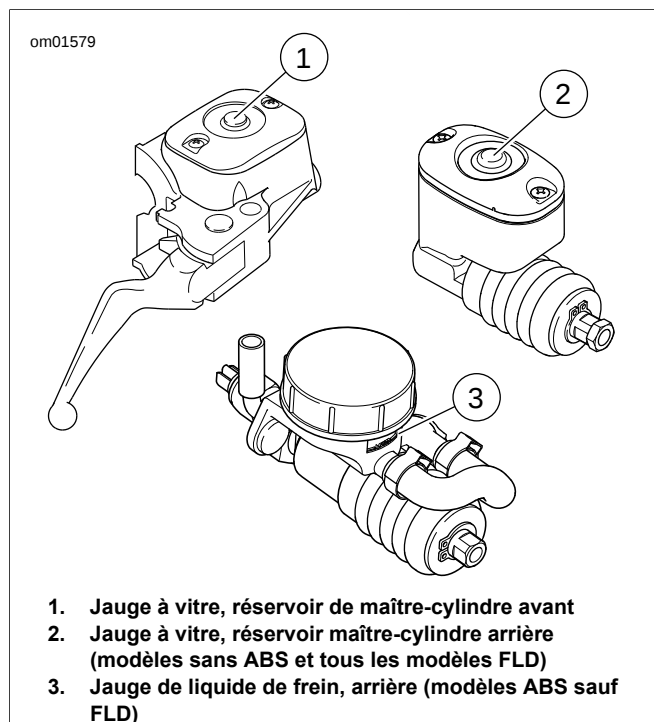

Figure 1-33. Maîtres-cylindres de liquide de frein
3. Voir Figure 1-33. Observer la jauge à vitre du réservoir et vérifier la présence du liquide. S'il y a du liquide, la jauge à vitre devrait être foncée.